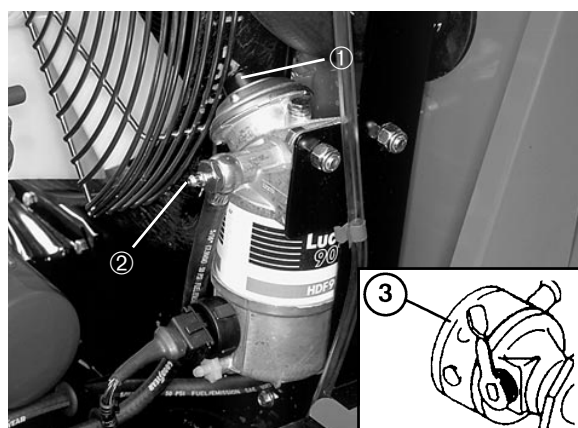

Bild 13
3. Die Entlüftungsschraube einige Umdrehungen aufbrechen (Bild 13). Den Saugstößel (Bild 13) mehrmals betätigen, bis ein gleichbleibender Strom Kraftstoff aus der Öffnung der Entlüftungsschraube herausströmt. Wenn der Kraftstoff nicht mehr schäumt, die Entlüftungsschraube im Abwärtshub des Saugstößels festdrehen. Alle Kraftstoffverschüttungen aufwischen.